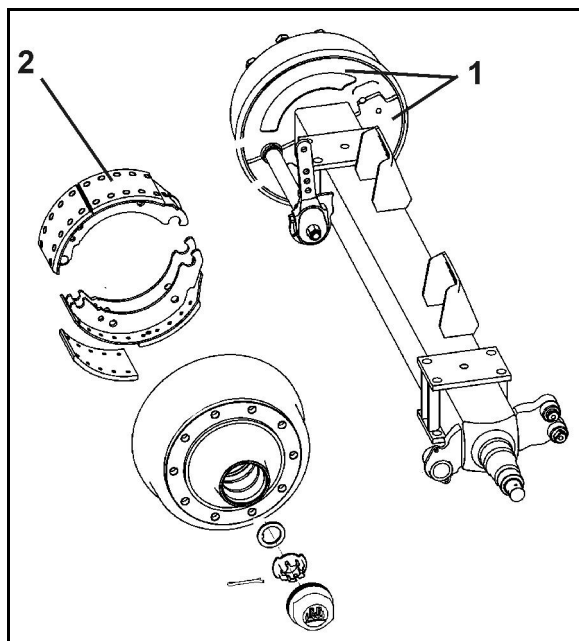

Fig. 135
1. Deșurubați ambele apărători (Fig. 135/1) de pe partea interioară a tamburului de frână.
Murdăria pătrunsă se poate depune pe garniturile de frână (Fig. 135/2) diminuând considerabil performanțele la frânare.